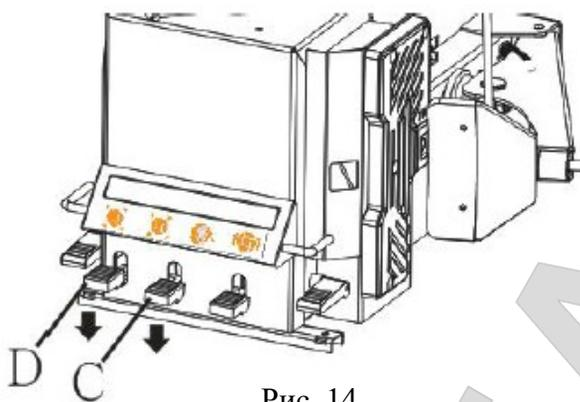

Рис. 14
> см. рис. 14: 1- Лубликатор; 2- Воздухоочиститель; 4-Манометр.
- Нажмите педаль разжима кулачков С изнутри или нажмите педаль D для зажима обода снаружи (рис. 14)